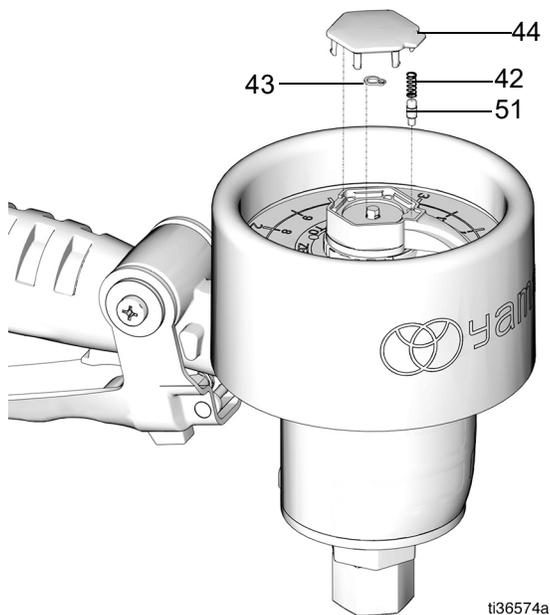

図 8
2. カバー (44)、リテーナー (43)、ポインターピン (51) およびポインター Springs (42) を取り外します (図 8)。